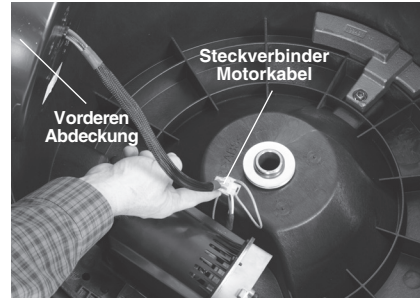

Abbildung 1 – Geöffnetes Gehäuse der Rohrreinigungsmaschine
2. Lösen Sie mit einem 4-mm-Sechskantschlüssel die Befestigungselemente der vorderen Abdeckung. (Sie sind an Abdeckung und Rahmen befestigt.) Heben Sie die Abdeckung an und ziehen Sie den Steckverbinder des Motorkabels ab (Abbildung 1). Führen Sie die Spirale durch die Durchführung in die Maschine. Nehmen Sie die vordere Abdeckung ab.